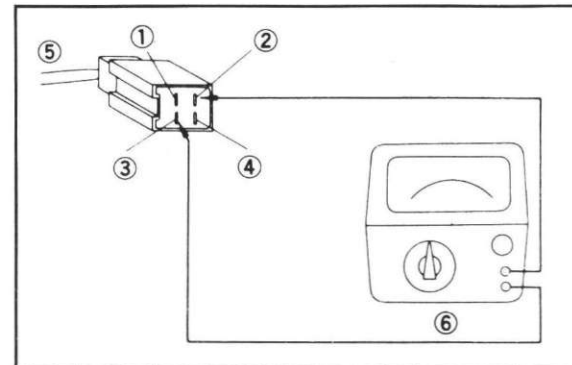

Fig. 6-1-14
- f. For resistance test #2, remove the regulator cover and hook the two ohmmeter probes to the red/white wire and green wire. (Fig. 6-1-14)
- f. Essai No. 2: enlever le couvercle du régulateur et raccorder les sondes de l'ohmmètre au fil rouge/blanc et au fil vert. (Fig. 6-1-14)
- f. Für die Widerstandsprüfung Nr. 2 ist der Reglerdeckel abzunehmen und die zwei Anschlüsse des Ohmmeters mit dem roten/weißen Draht und dem grünen Draht zu verbinden. (Abb. 6-1-14)